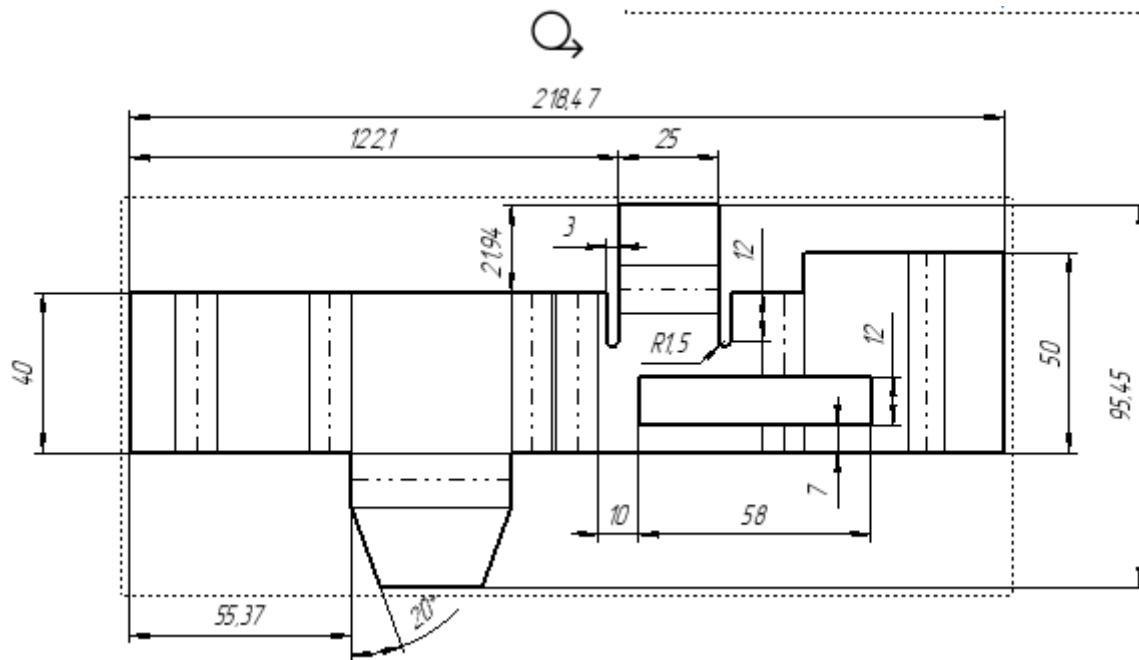

Рисунок 69.
39. Проставить все необходимые размеры (рисунок 69 и 70).